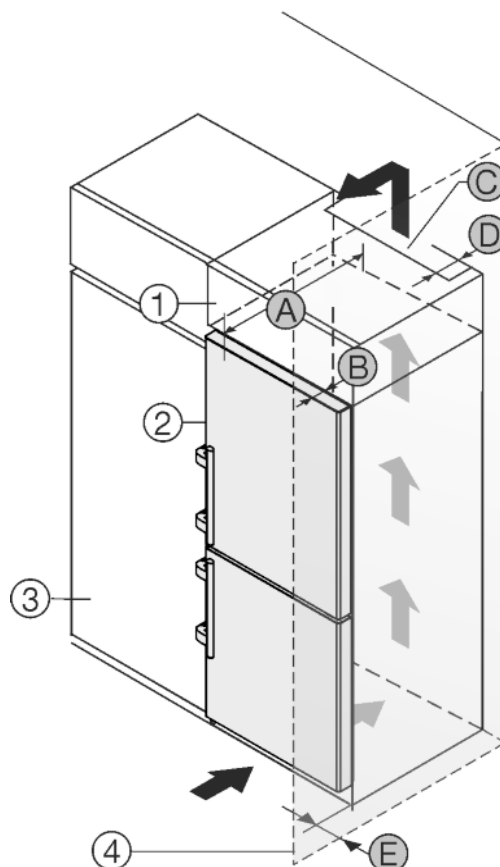

Fig. 12
L'appareil peut être réagencé avec des buffets de cuisine. Pour adapter l'appareil *Fig. 12 (2)* à la hauteur du coin cuisine, une rehausse *Fig. 12 (1)* peut être posée sur l'appareil.
L'appareil peut être installé directement à côté du buffet de cuisine *Fig. 12 (3)*. Pour pouvoir ouvrir complètement les portes, l'appareil doit déborder de la profondeur *Fig. 12 (B)* par rapport à la façade du buffet. L'appareil peut déborder encore plus en fonction de la profondeur des buffets et de l'utilisation de cales d'épaisseur.
- Une sortie d'air avec la profondeur *Fig. 12 (D)* doit être présente au dos de la rehausse sur toute sa largeur.
- La section de ventilation *Fig. 12 (C)* sous plafond doit être respectée.
Si l'appareil avec les charnières est installé près d'une paroi *Fig. 12 (4)*, la distance *Fig. 12 (E)* entre l'appareil et la paroi doit être respectée. Ceci correspond à la saillie de la poignée avec la porte ouverte.